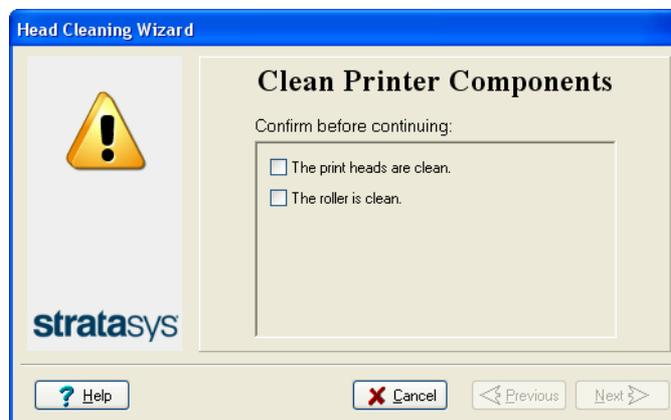

Figura 6-38 Asistente de limpieza de cabezales: pasos 5–11
11. Cuando termine la limpieza, seleccione el cuadro de verificación de confirmación en la pantalla del asistente (consulte Figura 6-38) y haga clic en **Next** (Siguiente).